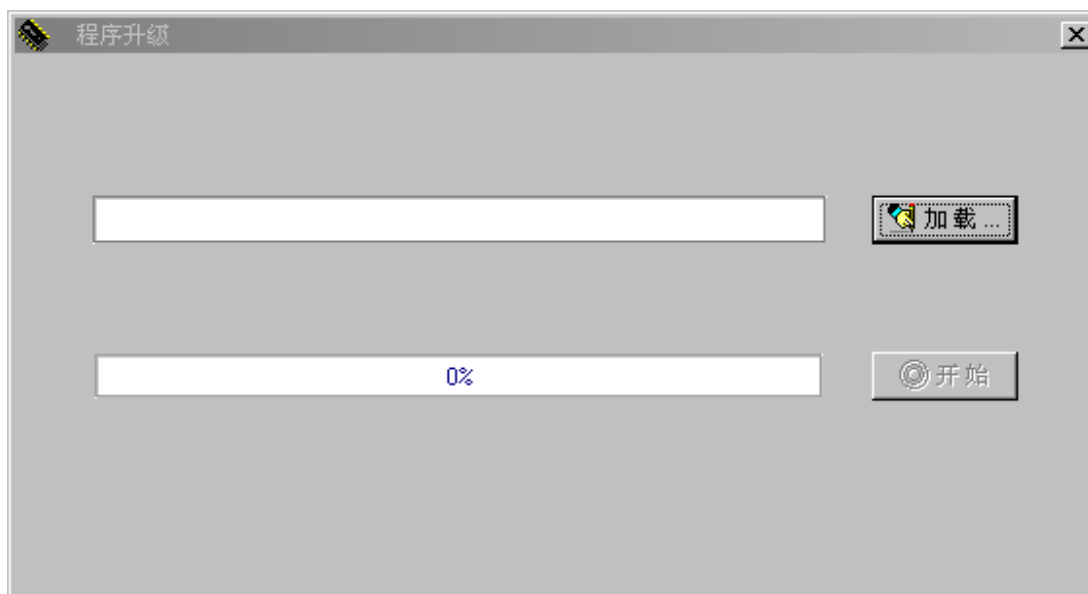

图 1
- 2) 在升级软件安装目录下启动 PCR25UP\_CH.exe 升级软件, 将显示升级程序安装界面(如图 1),